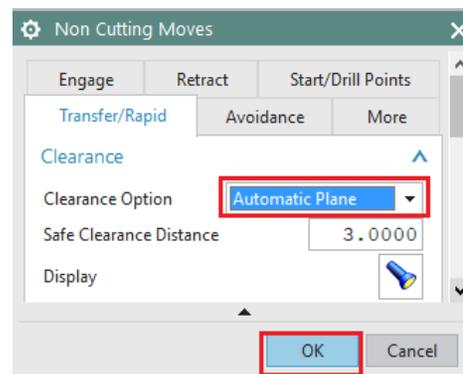

Figura 4.21 Non Cutting Moves
- Al seleccionar **Non Cutting Moves** aparecerá la siguiente ventana(**Non Cutting Moves**), ir a la pestaña **Transfer/Rapid**, en **Clearance>>Clearance Options>>Automatic Plane**, luego dar click en *Ok* (Figura 4.21).